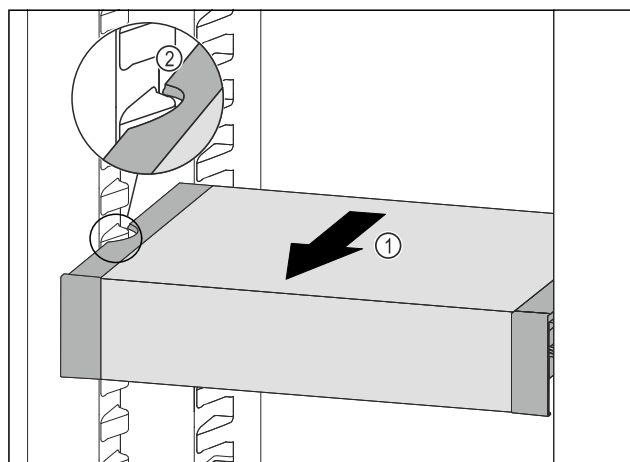

Fig. 78
- Táhněte VarioSafe dopředu Fig. 78 (1), dokud nebudou boční vybrání VarioSafe na úrovni žebrování na nádoby v chladničce. Fig. 78 (2)